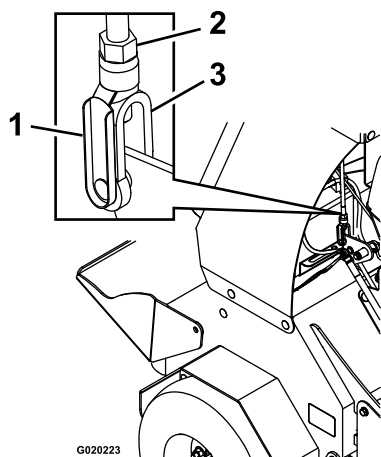

Figure 53
- B. Retirez l'axe élastique de la chape sur la timonerie de commande de déplacement (Figure 53).
- F. Retirez l'axe de chape élastique, tournez le tendeur dans le sens horaire d'un tour supplémentaire, puis remettez l'axe de chape en place (Figure 53).
- Si le levier de commande **touche la barre de référence**, tournez la chape (Figure 53) dans le sens horaire (vu du haut de la machine).
- Si le levier de commande **ne touche pas la barre de référence**, tournez la chape (Figure 53) dans le sens antihoraire.
- D. Reposez l'axe de chape élastique (Figure 53) et avancez le levier de commande.